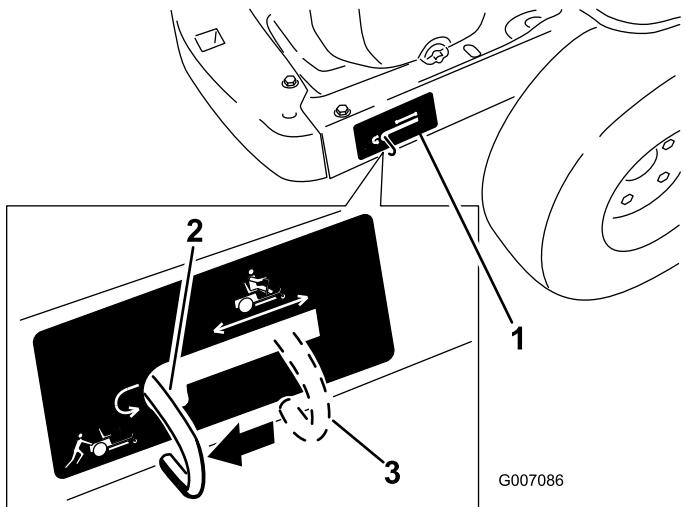

Figura 22
- Mueva las palancas de desvío hacia atrás y luego hacia abajo para bloquearlas en esa posición, según se muestra en Figura 22, para desengranar los motores de rueda. Repita en el otro lado de la máquina.
Mueva las palancas de desvío hacia arriba y empújelas hacia adelante, al **centro** de la ranura horizontal (Figura 22) para engranar los motores de rueda.